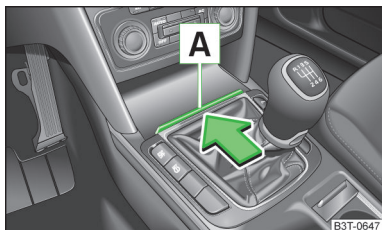

Fig. 81
➤ Apăsați pe marginea capacului [A] » fig. 81 în sensul săgeții.
- Deschideți scrumiera » fig. 81 la pagina 90.